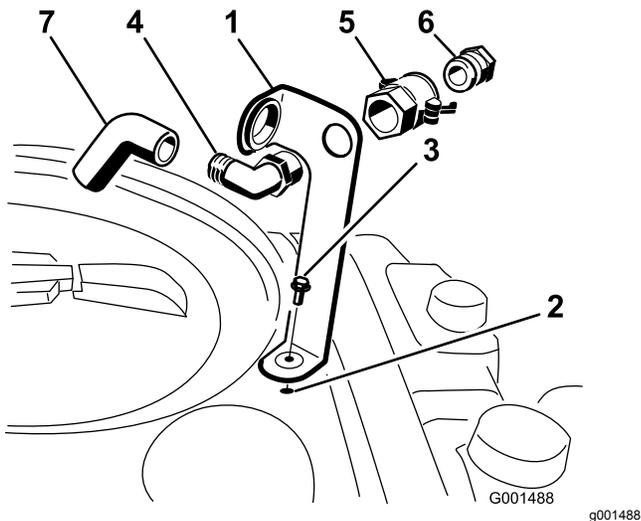

Рисунок 3
1. Установите кронштейн крепления входной части бака поверх резьбового отверстия в баке и закрепите его с помощью болта с фланцевой головкой (5/16 x 3/4 дюйма) (Рисунок 3).
2. Проденьте резьбовой конец прямоугольного штуцера сквозь кронштейн и наверните на него быстроразъемную муфту, прикрепив штуцер к кронштейну (Рисунок 3).
3. Установите переходник шланга в быстроразъемную муфту (Рисунок 3).
4. Зафиксируйте переходник на месте, повернув рычаги в направлении переходника, и затем закрепите их с помощью шплинтов (Рисунок 3).
5. Протяните антисифонный шланг сквозь большое отверстие в кронштейне и наденьте на конец типа «елочка» прямоугольного штуцера (Рисунок 3).